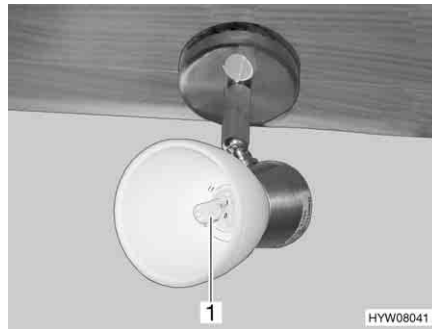

Fig. 111 Faretto alogeno
- Togliere la lampada alogena ad incandescenza (Fig. 111,1) dal supporto, tirandola in avanti.